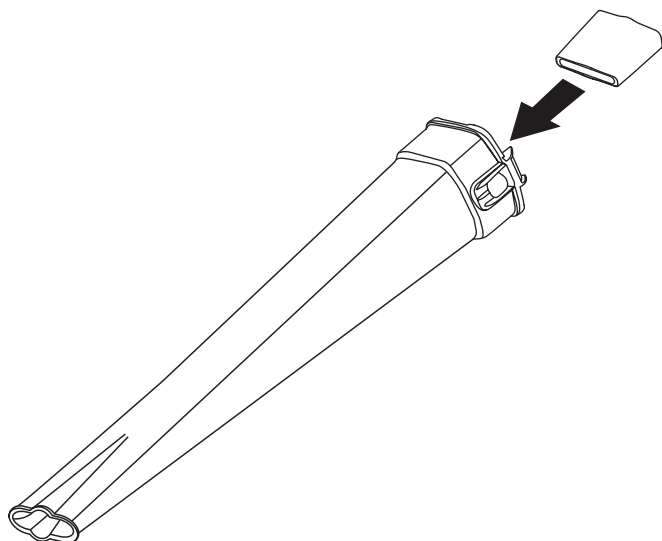

Fig. 2
- Cuando lo desee, inserte la boquilla concentradora de alta presión para aumentar la velocidad del aire para realizar tareas que requieran mayor presión de aire (Fig. 2).